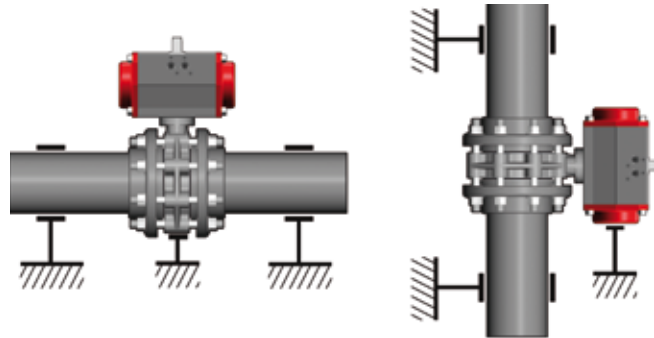

Fig. 1
- Le valvole motorizzate, devono essere adeguatamente supportate (fig. 1).
- Actuated valves should be properly installed (fig. 1).
- Pour les vannes avec actionneurs en grands diamètres pré-voir un supportage adéquat (fig. 1).